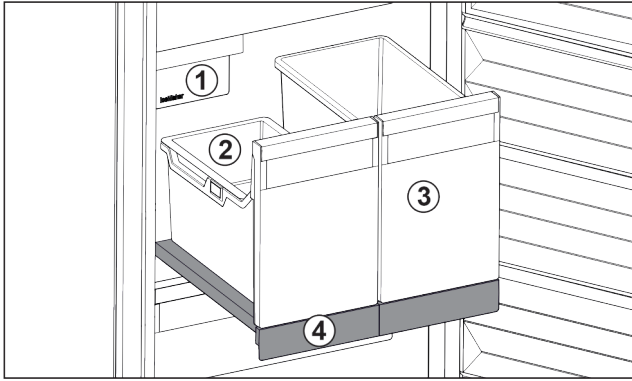

Fig. 99 Auszugsbord mit IceTower
- (1) IceMaker
- (2) Einhängeschale für Eiswürfel
- (3) Behälter für z. B. Pizza, alkoholische Getränke
- (4) Auszugsbord
Auf dem Auszugsbord sind zwei hohe Behälter (IceTower). Im Behälter Fig. 99 (2) werden Eiswürfel aus dem IceMaker gesammelt und gelagert. Behälter Fig. 99 (3) eignet sich für die Lagerung von hohen Lebensmitteln wie Pizzen oder alkoholischen Getränken.